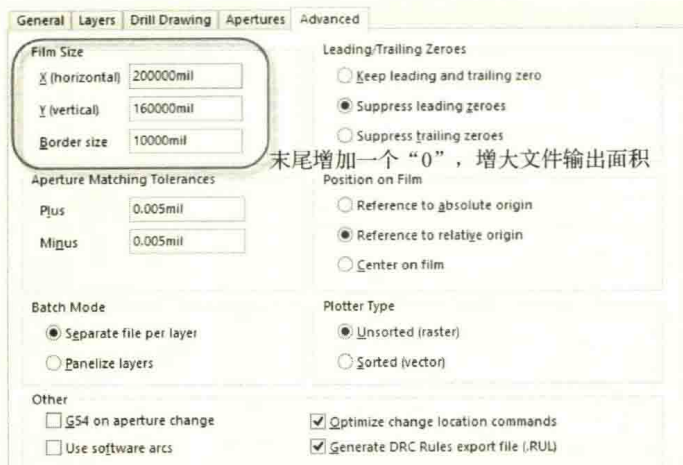

图 10-41 Film Size 扩大设置
(5) Advanced: 如图 10-41 所示，3 项数值都在后面增加一个 “0”，增大数值，防止出现输出面积过小的情况。其他选项采取默认设置即可。